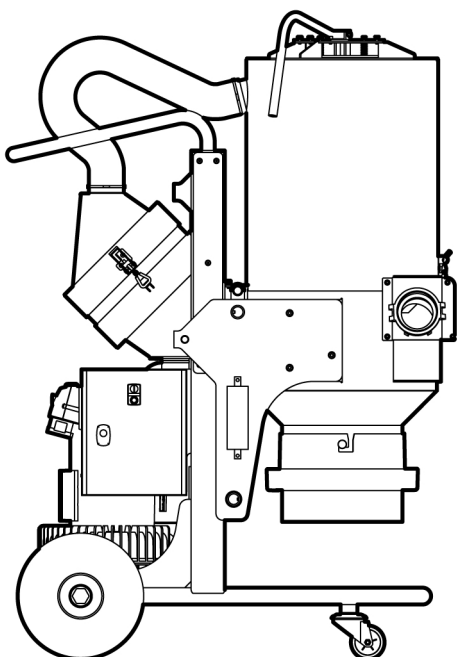
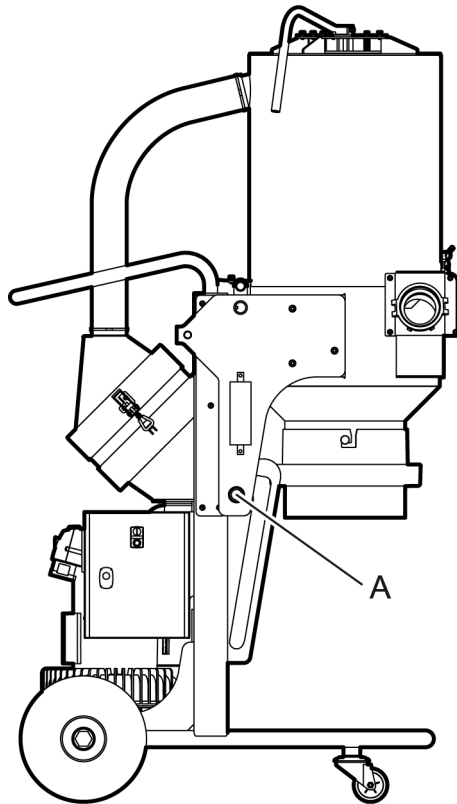
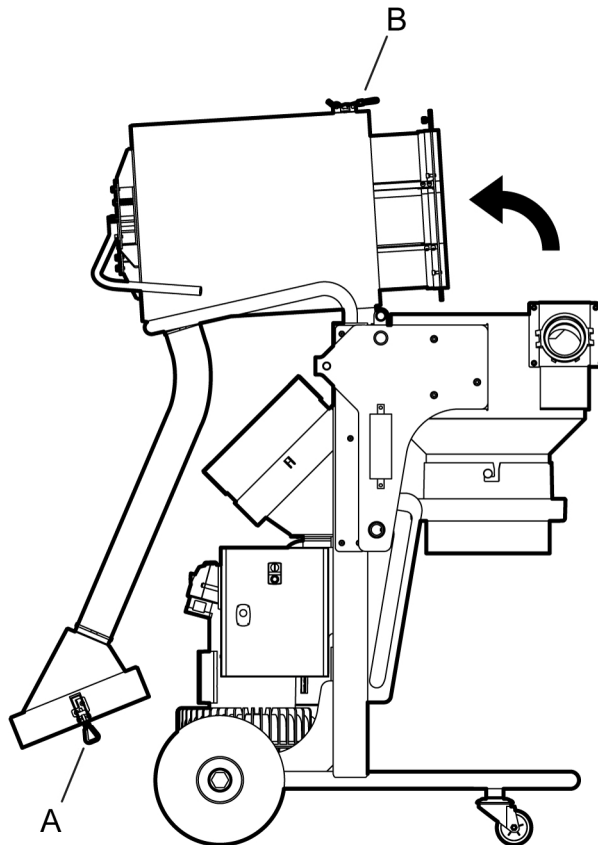

Figura 4-1. Posición de transporte
Figura 4-2. Posición de trabajo
Figura 4-3. Colocar en la posición de servicio
El separador de polvo se puede colocar en tres posiciones: posición de transporte, posición de trabajo y posición de servicio (cambio del filtro de calcetín); ver Figura 4-1, página 12, Figura 4-2, página 13 y Figura 4-3, página 14.
El separador de polvo se puede bajar a la posición de transporte; ver *Figura 4-1, página 12*.
Para usar el separador de polvo debe estar colocado en posición de trabajo; ver *Figura 4-2, página 13*.
- Subir el conjunto de cilindro desde la posición de transporte, agarrando la parte inferior del cilindro y subiendo el sistema de guías completo en las ranuras guía. El conjunto de cilindros debe bajar y colocarse en la posición superior de las ranuras guía; ver la posición A en *Figura 4-2, página 13*.
El separador de polvo se puede colocar en posición de servicio soltando la parte superior del cilindro de la parte inferior; ver Figura 4-3, página 14.
Empezar con el separador de polvo en la posición de trabajo; ver Figura 4-2, página 13. Seguir las instrucciones siguientes:
1. Aflojar las dos fijaciones rápidas (ver la posición A en *Figura 4-3, página 14*) que sujetan el soporte del filtro absoluto. Dejar el soporte y la manguera colgando libremente detrás del ventilador de canal lateral; ver *Figura 4-3, página 14*.
2. Aflojar la fijación rápida (ver la posición B en *Figura 4-3, página 14*) que une las partes superior e inferior del cilindro y, a continuación, inclinar con cuidado la parte superior hacia el manillar; ver *Figura 4-3, página 14*.
Se recomienda montar Longopac con el separador de polvo en posición de trabajo; ver *Figura 4-2, página 13*.